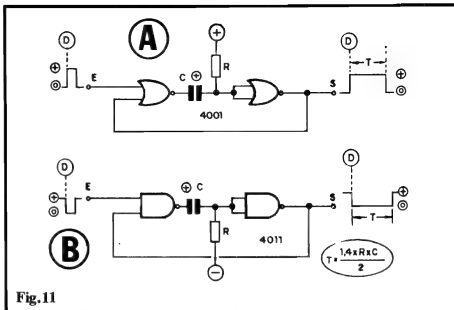

Fig. 11
- FIG. 11 - MONO-ESTÁVEIS COM GATES C.MOS - As estruturas típicas de MONO-ESTÁVEIS, com gates C.MOS comuns, estão na figura, em seus dois diagramas básicos... Em 11-A com gates NOR de duas Entradas cada (metade de um 4001, por